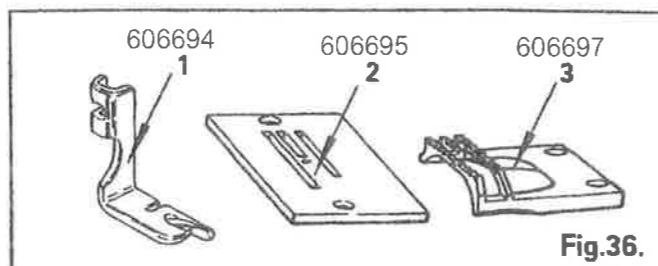

Fig.36.
Der in Fig. 36 abgebildete Säumerfuß (1), die Geradstichplatte (2) und der Transporteur (3) werden zum Sämen verwendet.
Hemmer Foot (1), Straight Stitch Throat Plate (2) and Feed Dog (3) as shown in Fig.36 are used for hem sewing.
- le pied ourleur (1)
- la plaque à aiguille point droit (2)
- la griffe d'entraînement point droit (3) - fig. 36 -
El pié dobladillador (1), plancha-agujas para costura recta (2) e impelente (3) como se muestran en la Fig. 36 son usados para la costura de dobladillo.
Piedino Orlatore (1), Piastra per cuciture diritte(2) e griffa (3) in Fig. 36 sono usati per orlature.
O Calgador da Bainhadora (1), a Placa de Entrada do Ponto a Direito (2) e o Grampo de Enfiar a Linha (3), que aparecem na Fig. 36, servem para a costura de bainhas.